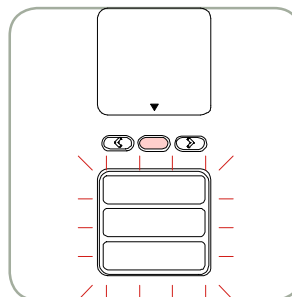

Abb. 15 Allgemeines Auswahl Fenster
- Drücken Sie die Enter-Taste, um das Fenster für die allgemeine Auswahl zu öffnen (Abb. 15).